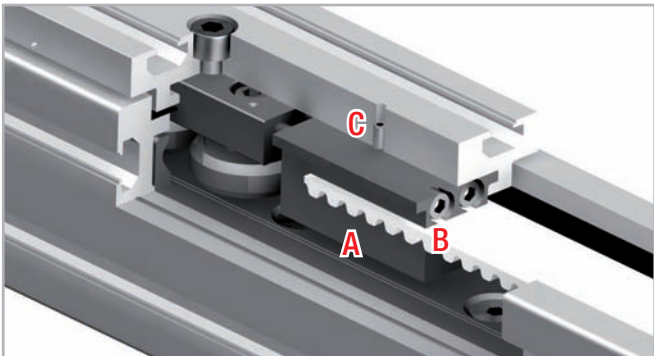

Fig. 73
1. Desserrez les vis de blocage C (en haut sur le chariot) du dispositif de serrage de la courroie A (voir fig. 73).